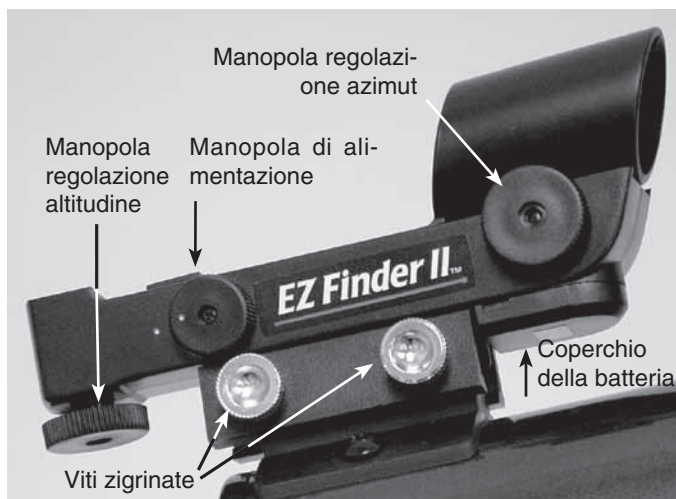

Figura 6. Mirino reflex EZ Finder II.
- avvitarle nei supporti dell'altitudine sul tubo ottico. Serrare accuratamente la manopola di blocco dell'altitudine (19).
7. Svitare i due dadi zigrinati di metallo situati sul tubo ottico (1) e posizionare i fori nella base della staffa di montaggio del mirino EZ Finder II (11) sopra le due barre filettate. Quindi avvitarle nuovamente i dadi zigrinati di metallo sulle barre per fissare la staffa di montaggio al tubo ottico.
8. Fissare il mirino reflex EZ Finder II (4) alla staffa di montaggio del mirino (11). Allentare le due viti zigrinate di fissaggio sul mirino EZ Finder II (Figura 6) e farlo scorrere sulla staffa di montaggio. Serrare le due viti di fissaggio zigrinate. Sarà possibile allineare il mirino EZ Finder II successivamente, seguendo le istruzioni nella sezione Operazioni preliminari.
Il mirino reflex EZ Finder II (4) (Figura 6) funziona proiettando un minuscolo puntino rosso su una lente montata nella parte anteriore dell'unità. Quando si guarda attraverso il mirino EZ Finder II, il puntino rosso sembrerà galleggiare nello spazio, aiutando a individuare anche i più tenui oggetti dello spazio profondo. Il puntino rosso è prodotto da un LED, non da un raggio laser, vicino alla parte posteriore del mirino. Una batteria sostituibile al litio da 3 Volt fornisce energia al LED.
Senza spostare il telescopio, utilizzare le manopole di regolazione dell'azimut (sinistra/destra) e dell'altitudine (su/giù) del mirino EZ Finder II (Figura 6) per centrare il puntino rosso sull'oggetto nell'oculare.